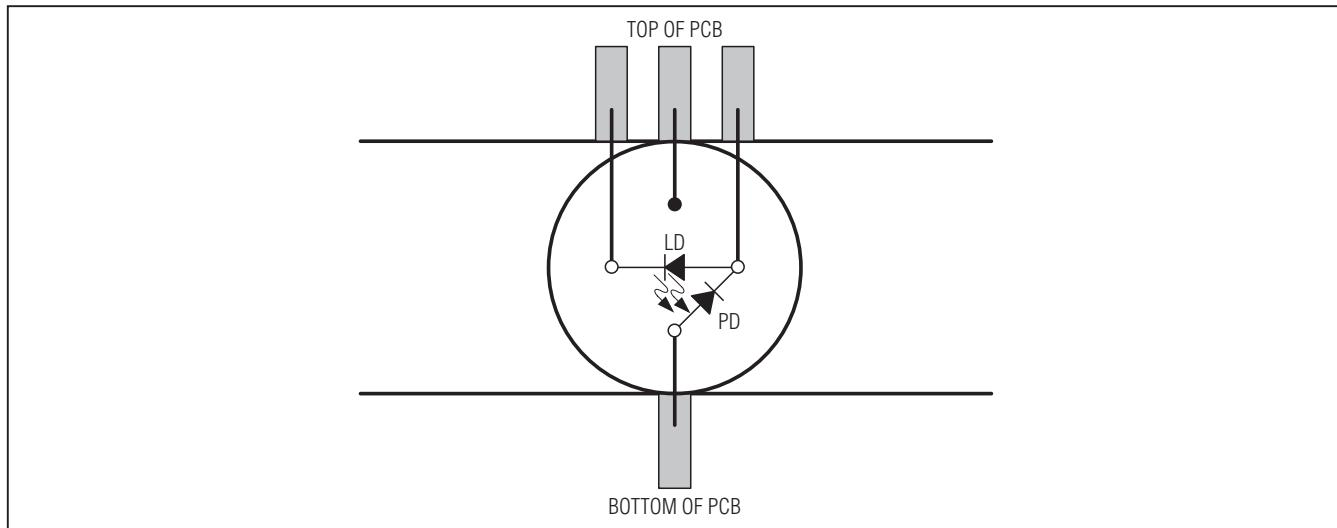

图1. 安装激光器
- 8) 将激光器焊接到D5接点的边沿，按照图1所示将激光器安装在评估板上。确保激光器的连线尽可能短，使寄生电感最小。